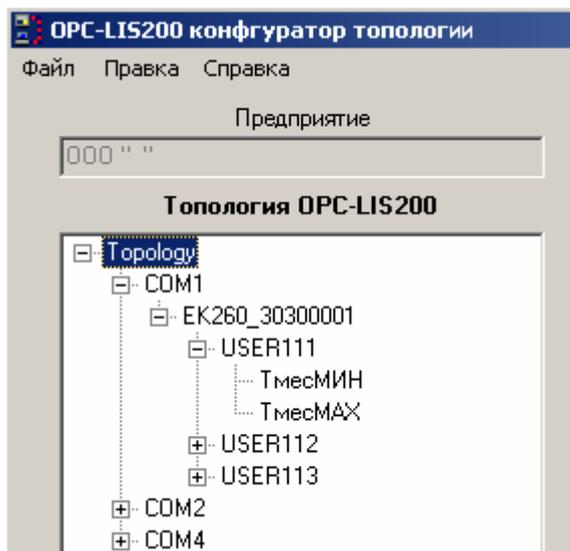

Рисунок 29
- Корневой узел “Topology” – объект, содержащий всю конфигурацию OPC LIS200. Он может содержать несколько объектов “Порт”. На рис. 29 представлен фрагмент окна конфигуратора с выделенным узлом “Topology”.